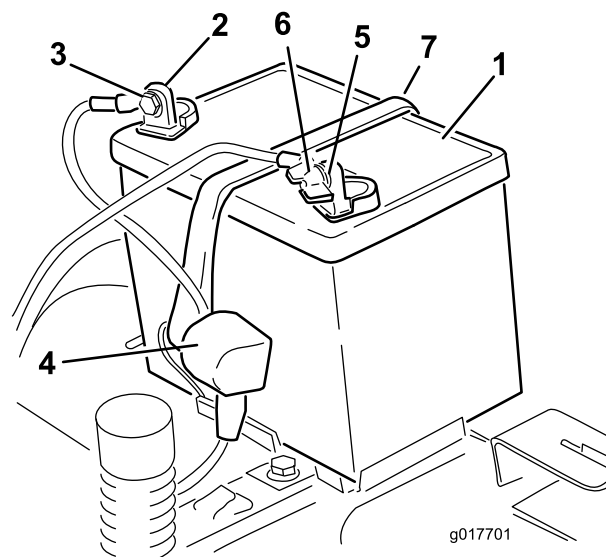

Figura 51
4. Desligue o cabo negativo (preto) do pólo da bateria (Figura 51).
6. Desligue o cabo positivo (vermelho) do pólo da bateria (Figura 51).
7. Retire o suporte da bateria (Figura 51) e levante a bateria para a retirar da respetiva plataforma.
1. Posicione a bateria no tabuleiro (Figura 51).
5. Prenda a bateria ao suporte (Figura 51).